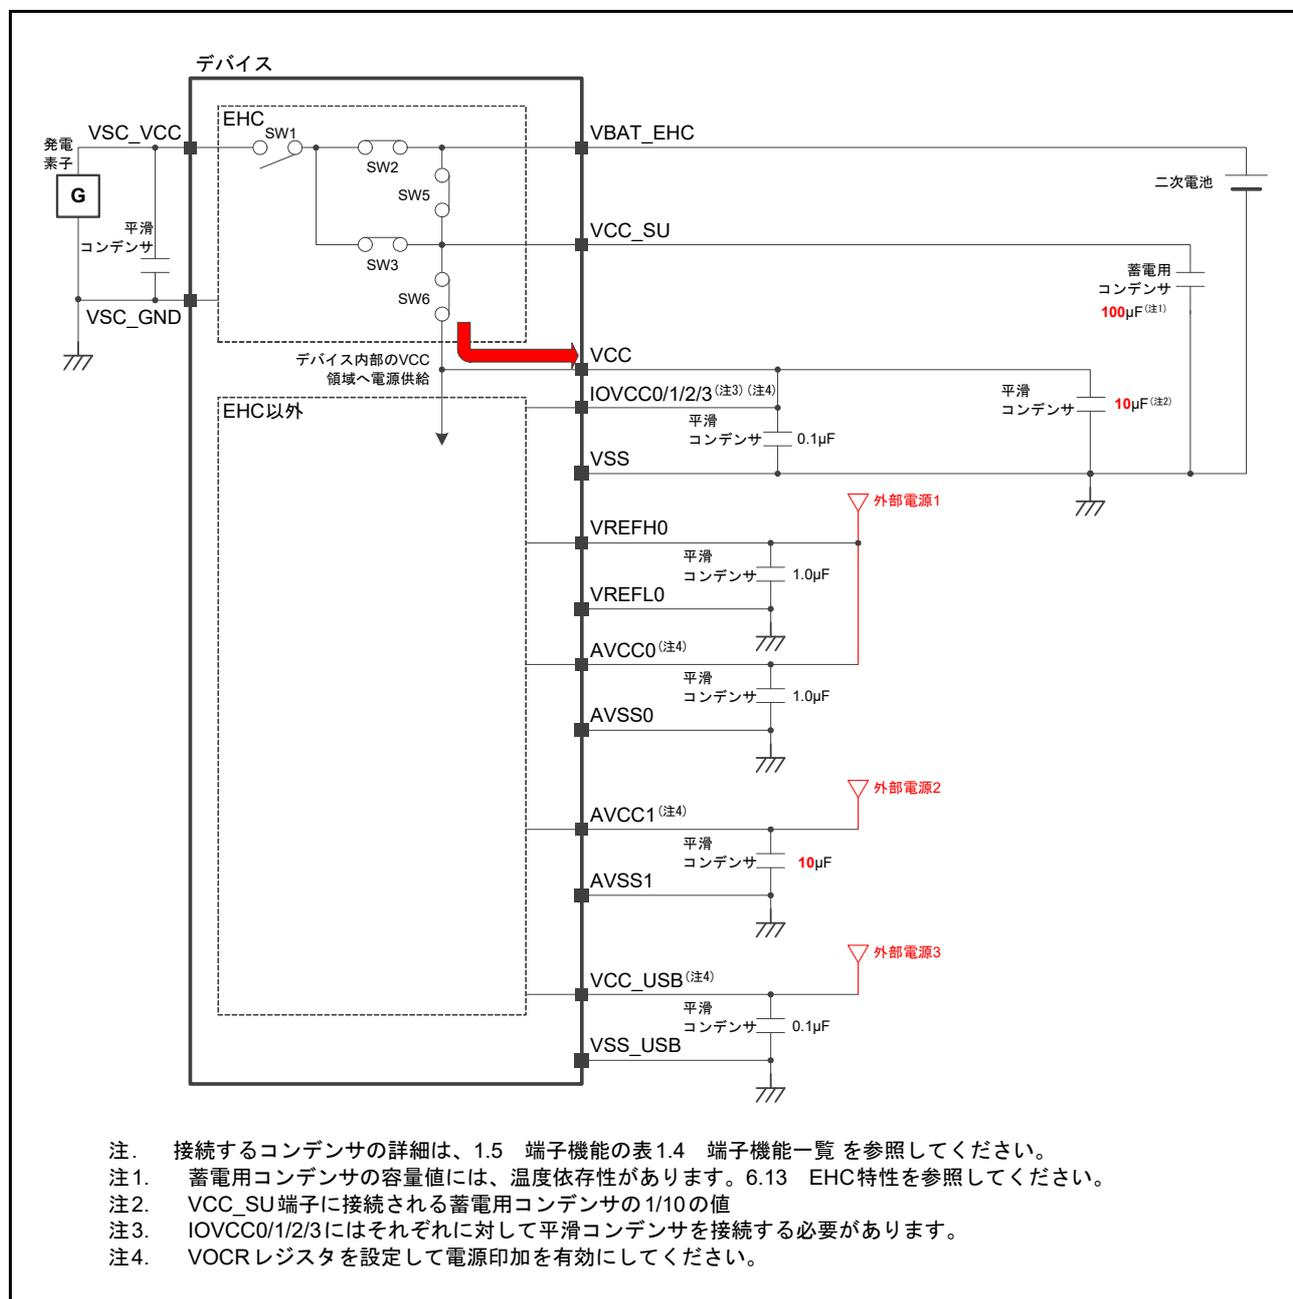
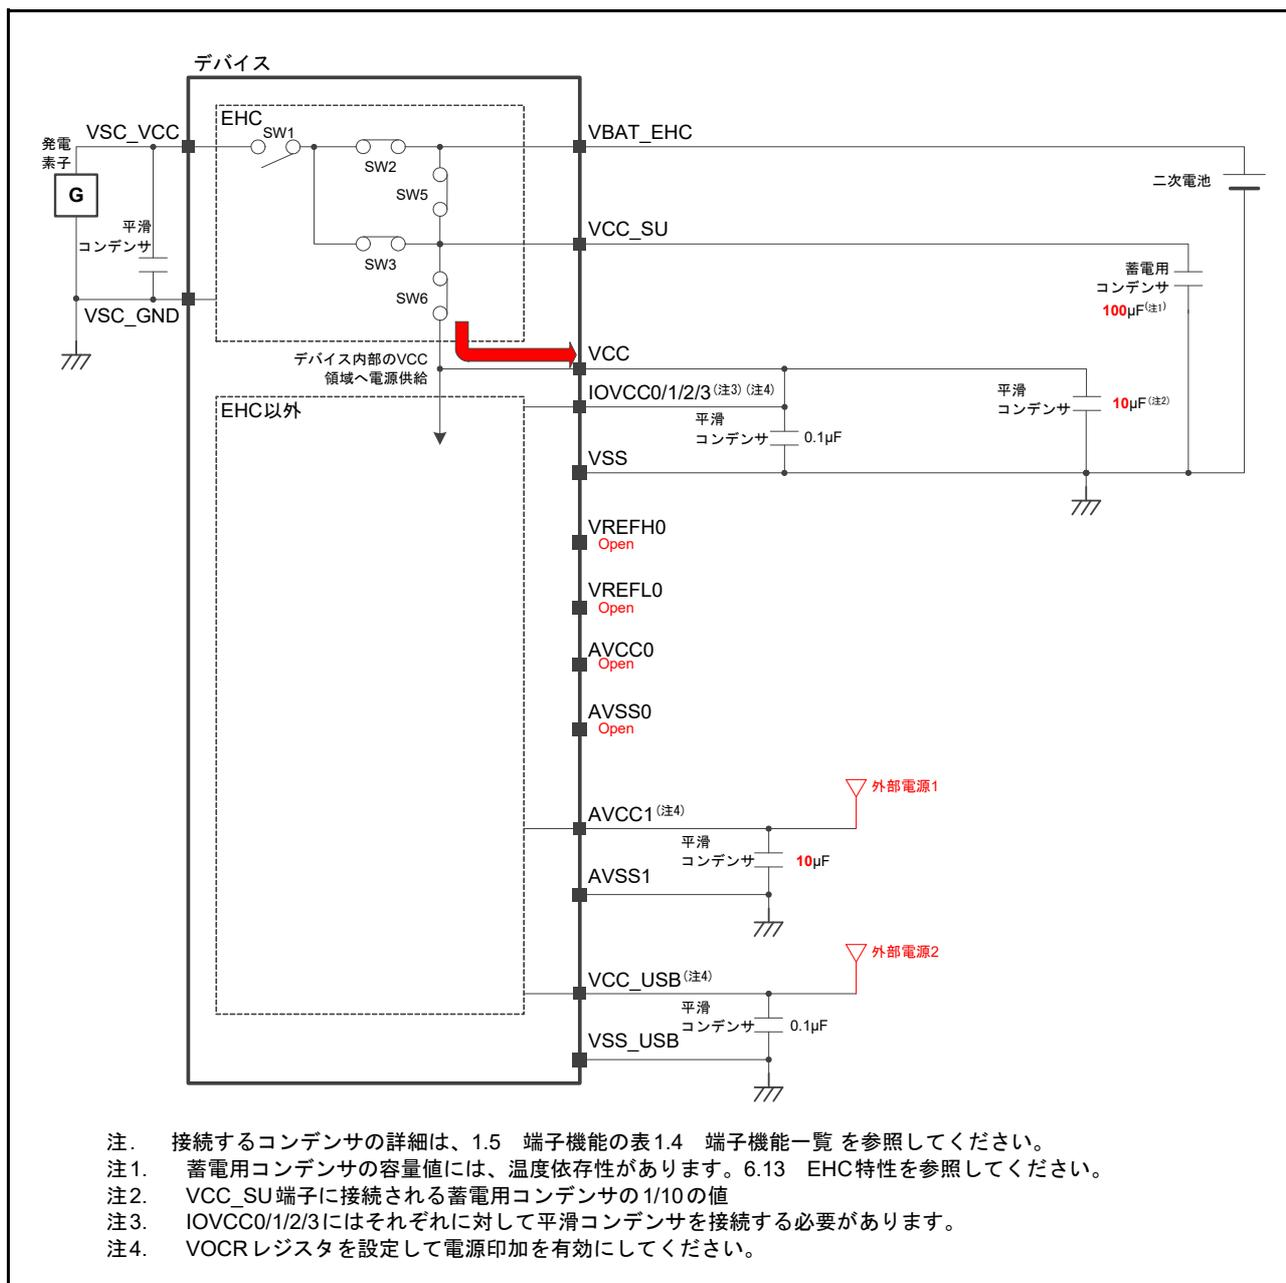
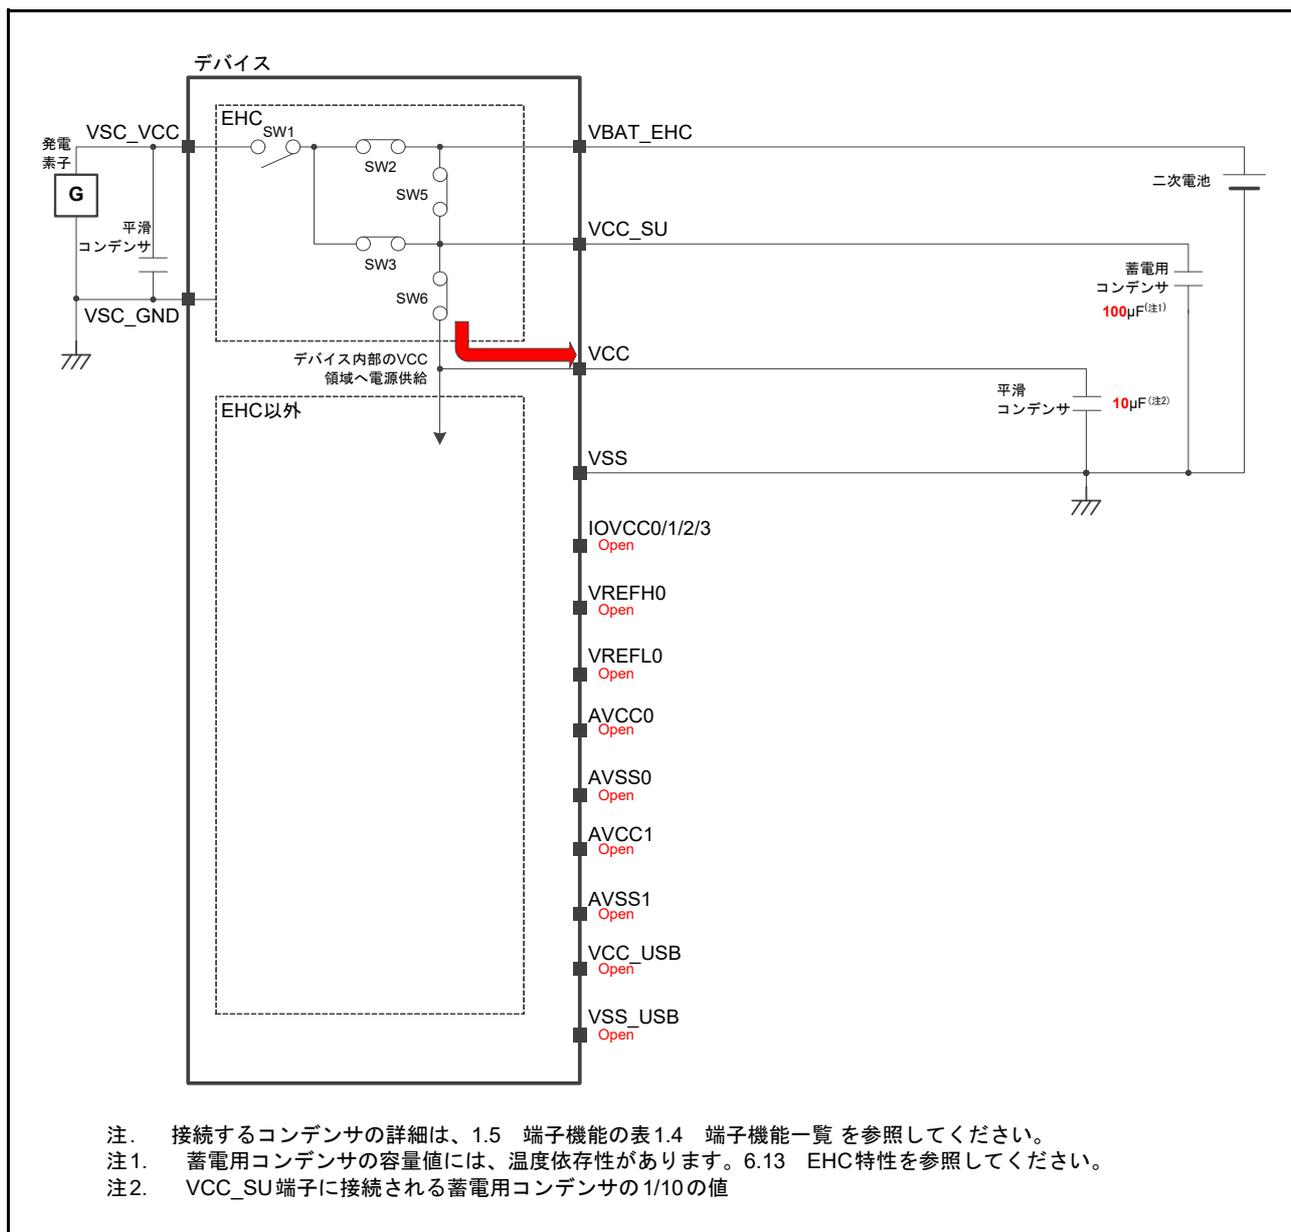

図 B.6 エナジーハーベスト起動モードの接続例 (3) (外部電源も使用する場合 1)
図 B.7 エナジーハーベスト起動モードの接続例 (3) (外部電源も使用する場合 2)
図 B.8 エナジーハーベスト起動モードの接続例 (3) (最小構成例)
EHCを使用したエナジーハーベスト起動モードの場合で、ただし、アナログ用電源とUSB用電源が別に存在する場合の接続例を図B.6、アナログ回路およびUSBをすべて使用しない場合の接続例を図B.7、最小構成例を図B.8にそれぞれ示します。
144	図B.8 エナジーハーベスト起動モードの接続例 (3) (最小構成例): 修正 <ul style="list-style-type: none"> 注3を削除